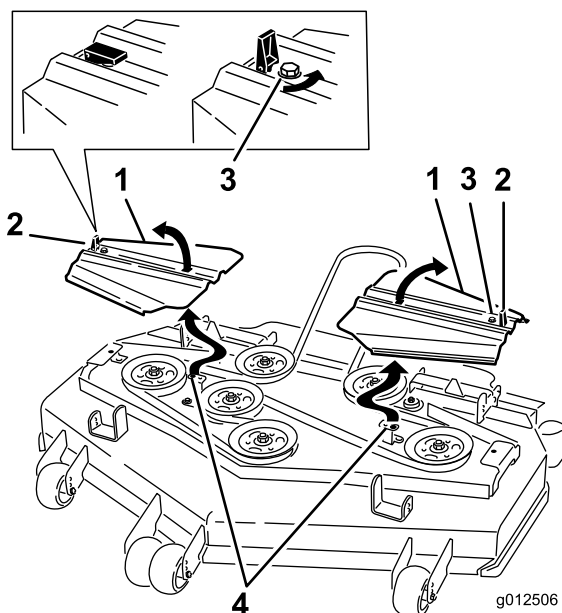

Figure 87
14. Posez les couvercles de courroies en engageant les languettes dans les rainures. Posez les vis et fermez les verrous (Figure 87).